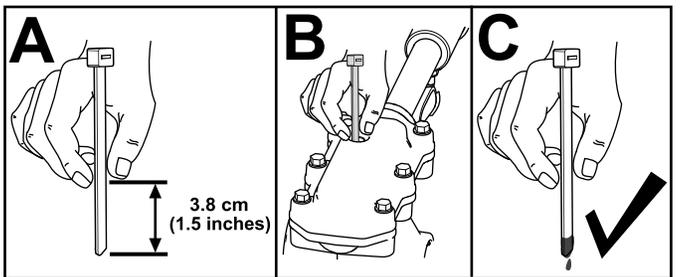

Figura 34
3. Controllate il livello dell'olio utilizzando un dispositivo di misurazione idoneo, come una fascetta per cavi pulita. L'olio deve trovarsi a circa 3,8 cm sotto l'apertura di riempimento (Figura 34).